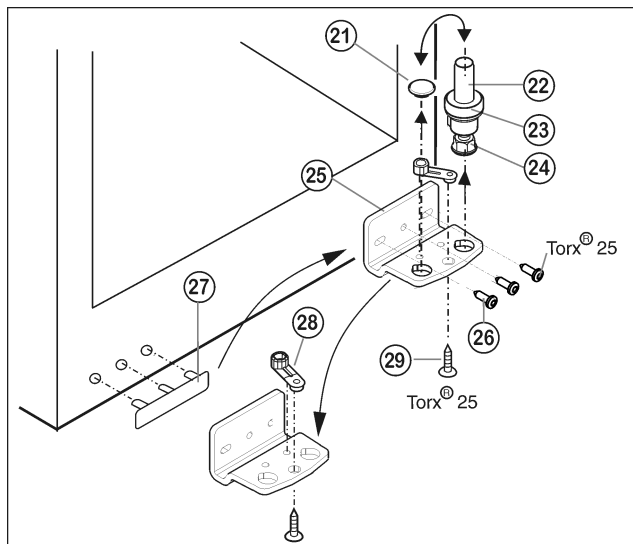

Fig. 5
- ▶ Trzpień zawiasu Fig. 5 (22) kompletny, z podkładką Fig. 5 (23) i nóżką Fig. 5 (24), wyciągnąć do góry.
- ▶ Unieść zatyczki Fig. 5 (21).
- ▶ Odkręcić Fig. 5 (25) płytkę zawiasu Fig. 5 (26).
- ▶ Odkręcić element zawiasu Fig. 5 (28), przełożyć do przeciwnego otworu zawiasu i tam dokręcić.
- ▶ Zdjąć i przełożyć osłonkę po stronie uchwytu Fig. 5 (27) na przeciwną stronę.
- ▶ Przykręcić mocno płytke zawiasu Fig. 5 (25) na nowej stronie (z siłą 4 Nm), w razie potrzeby za pomocą wkrętkarki akumulatorowej.
- ▶ Zatyczki Fig. 5 (21) ponownie włożyć do innego otworu.
- ▶ Trzpień zawiasu Fig. 5 (22) kompletny, z podkładką i nóżką włożyć ponownie. Przy tym zwrócić uwagę, by krzywka zatrzaskowa wskazywała do tyłu.
- ▶ Założyć drzwi od góry na dolny sworzeń zawiasu Fig. 5 (22).
- ▶ Korzystając ew. z obu podłużnych otworów w dolnej płytce zawiasu Fig. 5 (25) ustawić drzwi w jednej linii z obudową urządzenia. W tym celu wykręcić środkową śrubę.